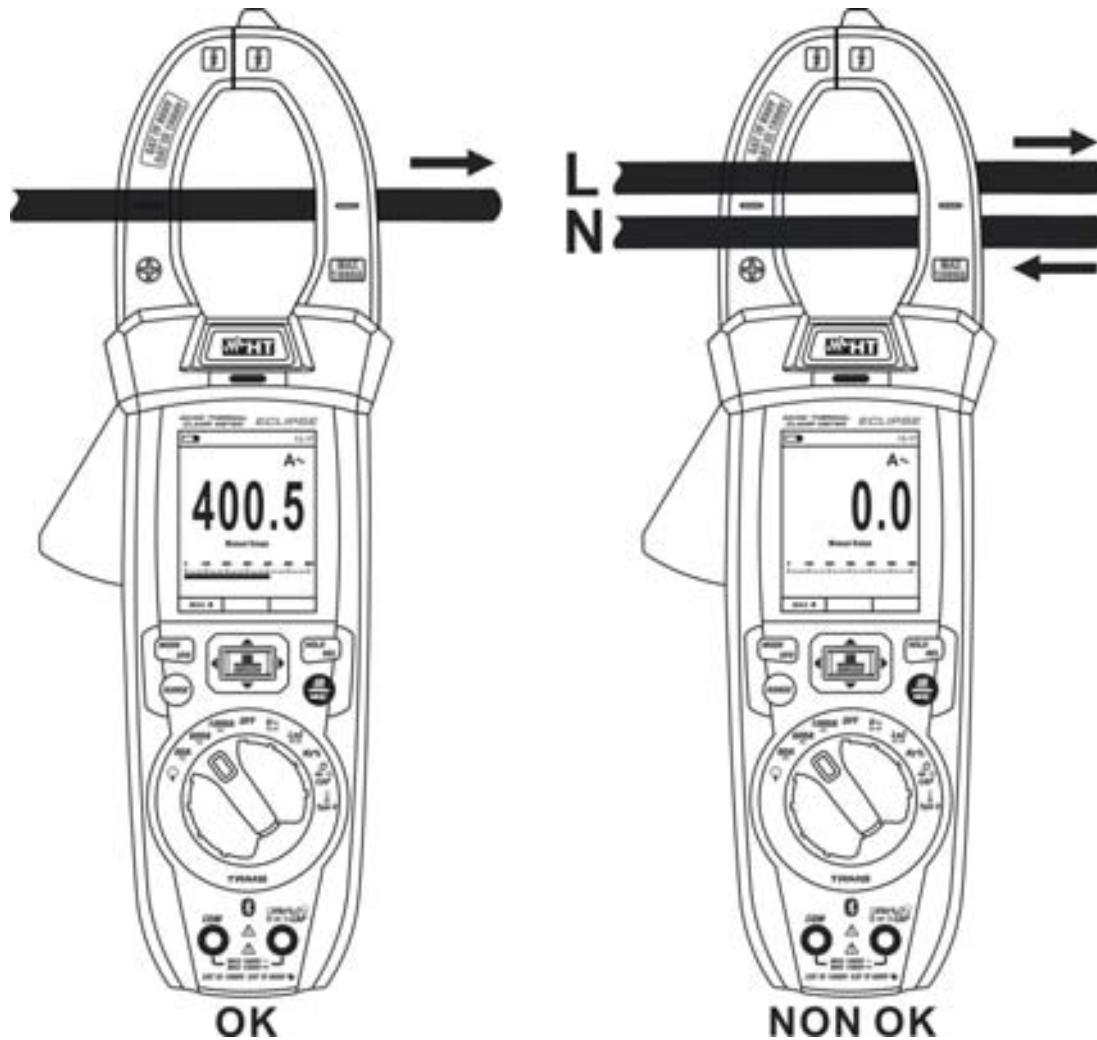

Fig. 32: Uso dello strumento per misura di Corrente AC
3. Inserire il cavo all'interno del toroide al centro dello stesso (vedere Fig. 32) al fine di ottenere misure accurate. Utilizzare le tacche presenti come riferimento (vedere Fig. 3).